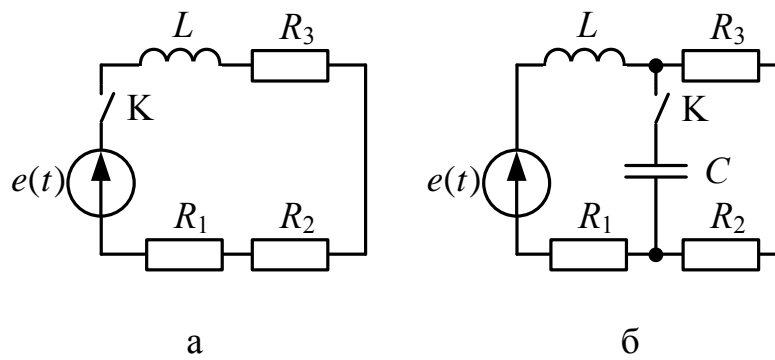

Рис. 3.1
1. В заданной цепи, изображенной на рис. 3.1. а – 3.10. а (схема выбирается по шифру в соответствии с табл. 3.1), в момент времени  $t = 0$  срабатывает ключ **К** и на интервале времени  $0 \leq t \leq t_0$  подключается источник постоянной ЭДС  $e(t) = E_0$  или источник постоянного тока  $J(t) = J_0$ .
2. В заданной цепи (рис. 3.1. а – 3.10. а) в момент времени  $t = 0$  срабатывает ключ **К**, который подключает источник ЭДС  $e(t)$  или тока  $J(t)$ , изменяющиеся по экспоненциальному закону:
3. В заданной цепи (рис. 3.1. а – 3.10. а) в момент времени  $t = 0$  срабатывает ключ **К** и на интервале времени  $0 \leq t \leq t_0$  подключается источник ЭДС  $e(t)$  или тока  $J(t)$ , изменяющиеся по линейному закону:
В цепи, изображенной на рис. 3.1. б – 3.10. б, в момент времени  $t = 0$  срабатывает ключ **К**, который подключает источник постоянной ЭДС  $e(t) = E_0$  или источник постоянного тока  $J(t) = J_0$ .